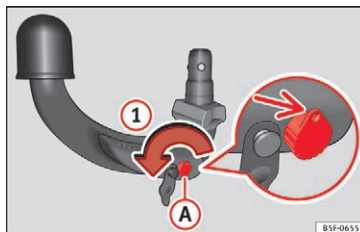

Fig. 223 Trin 1
- Drej nøglen i pilens retning ①, indtil den del af nøglen, hvori der er et hul, er placeret øverst »» Fig. 223.